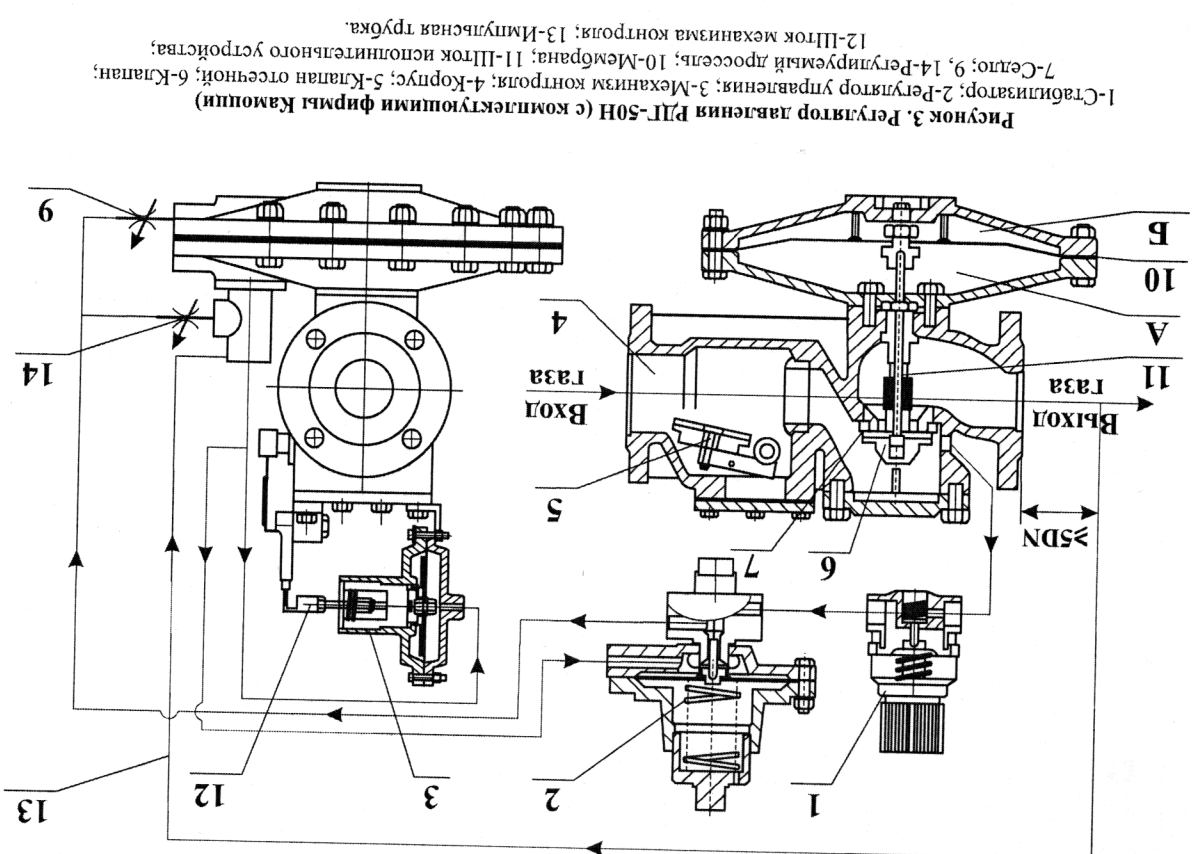

Рисунок 3. Регулятор давления РЛГ-50Н (с комплектующими фирмы Камюзи)
4. За отдельную плату возможна поставка регулятора с использованием концевых присоединений и стабилизатора импортного производства фирмы "Камоцци" (см. рис. 3 поз. 1)